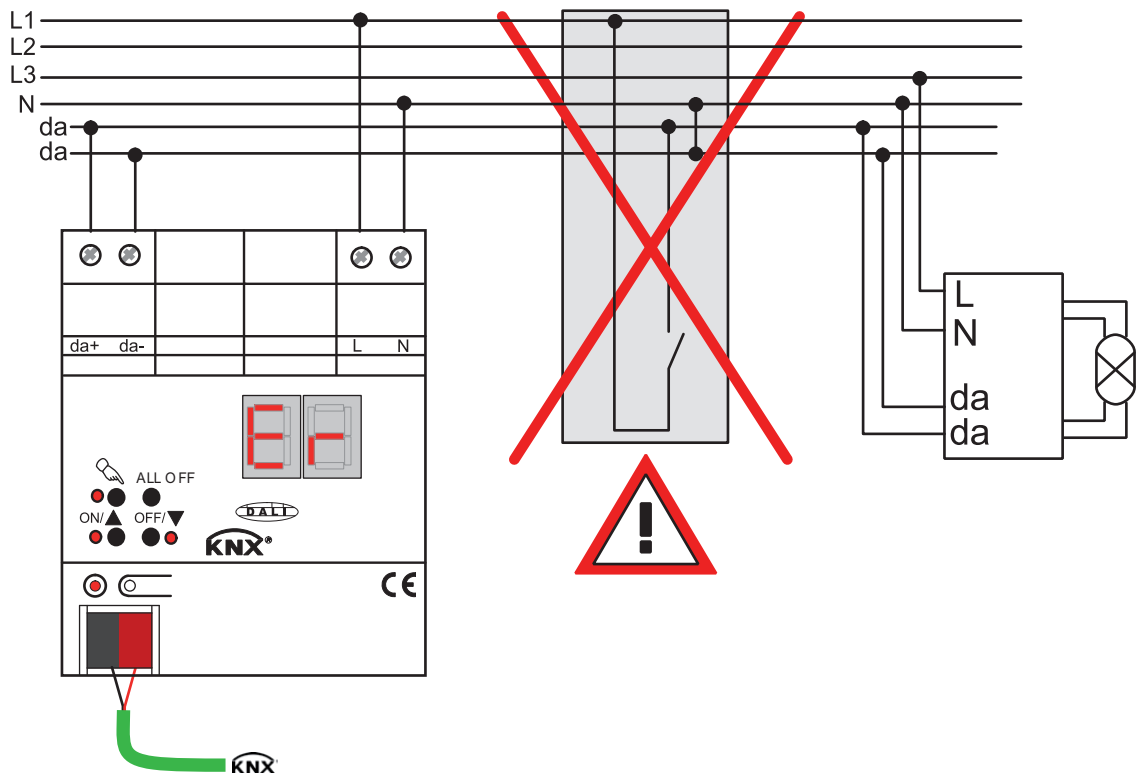

Bild 3: Andere Bedieneinrichtungen im DALI-System entfernen
- Alle entsprechenden Bedieneinrichtungen entfernen oder sicherstellen, dass keine weiteren Bedienstellen existieren (Bild 3).